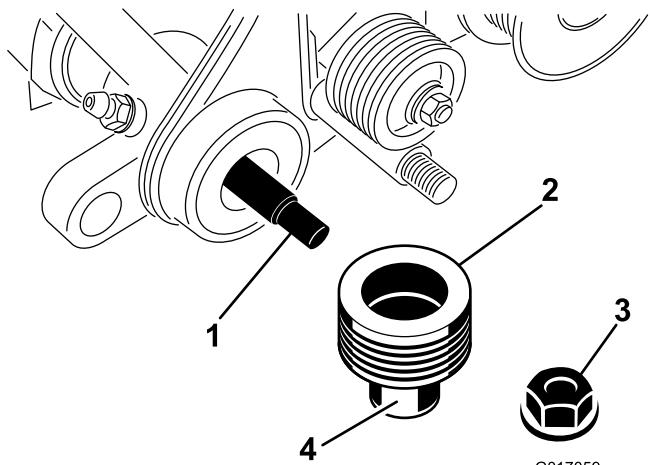

Figura 6
13. Aplique lubrificante na superfície do vedante da polia da transmissão, como se mostra na Figura 6.
14. Faça deslizar a polia para o eixo do rastelo (Figura 6).
15. Prenda a polia ao eixo com uma porca de bloqueio flangeada (Figura 6). Aperte com 23-28 N·m.
16. Aplique lubrificante no vedante da placa de suporte do lado esquerdo e extremidade do eixo do rastelo (Figura 6).